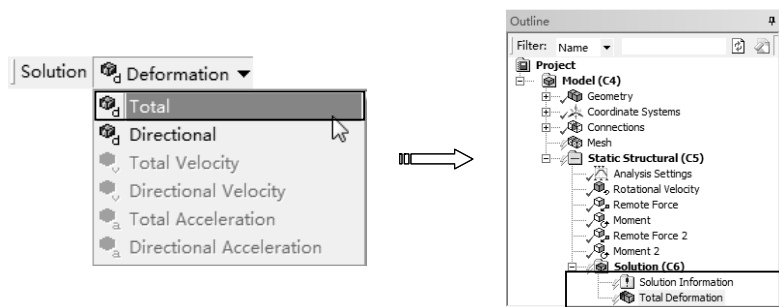

图 10-67 添加变形求解项
6) 求解变形。在【Outline (分析树)】中选择【Solution (B6)】节点, 出现【Solution】工具栏。单击【Solution】工具栏上的【Deformation】|【Total】命令, 此时在分析树中插入【Total Deformation】项, 如图 10-67 所示。